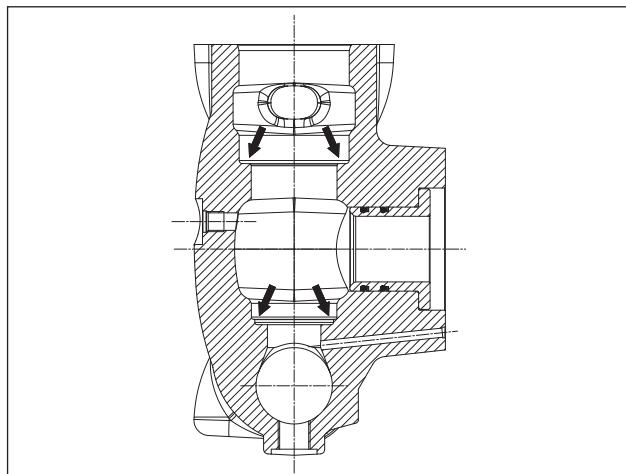

Fig. 109
Avant de replacer les groupes soupape, nettoyer et essuyer parfaitement leurs sièges respectifs ménagés dans la tête hydraulique et indiqués par les flèches (rep. ①, Fig. 109).